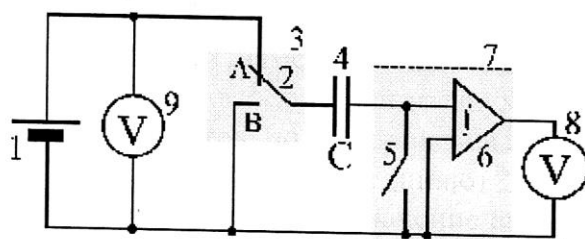
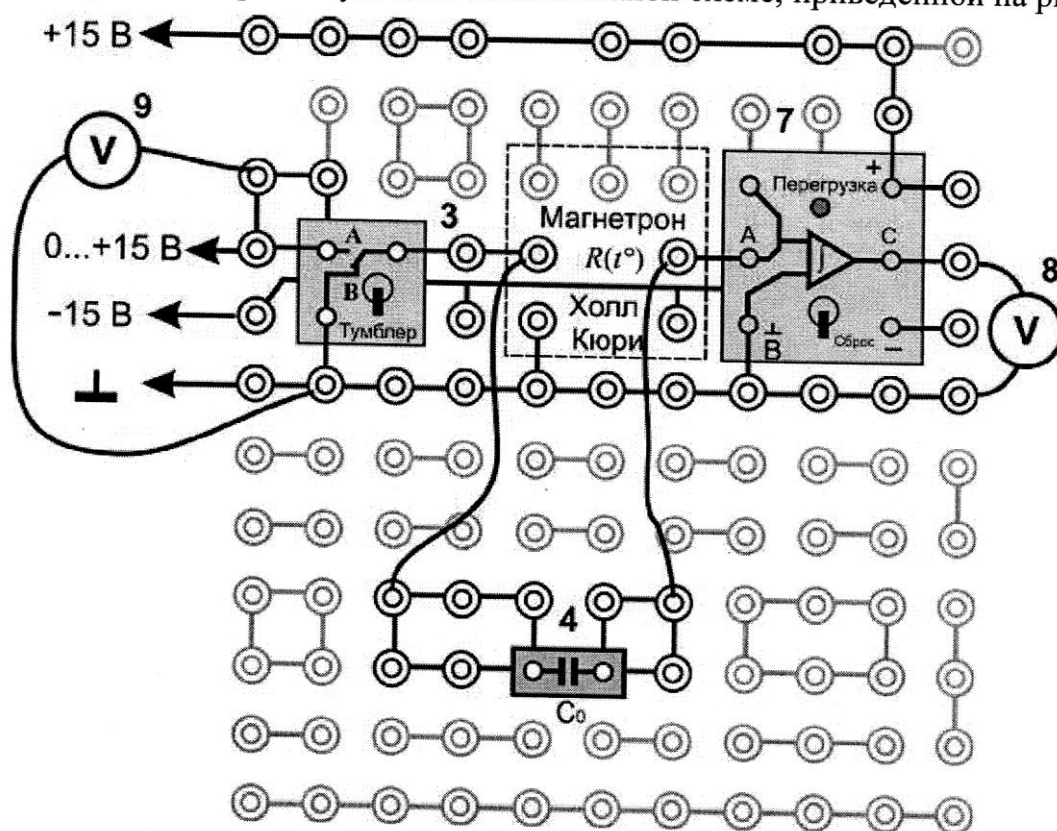

Рис. 2.1. Электрическая схема:
Рис. 2.3. Монтажная схема
Схема электрической цепи представлена на рис. 2.1, монтажная схема приведена на рис. 2.3.
Для зарядки конденсатора переключатель 2 на рис. 2.1 устанавливают в положение А, а демпфирующий ключ 5 замыкают (положение «Сброс»). Заряжают конденсатор до напряжения U (не более 2 В), контролируемого вольтметром 9. Перед измерением ключ 5 размыкают, а переключатель 2 переводят в положение В. При этом заряд, имеющийся на обкладках конденсатора, пройдет через интегратор тока и пропорциональное ему напряжение будет показано вольтметром 8.
2. Собрать электрическую цепь по монтажной схеме, приведённой на рис. 2.3.